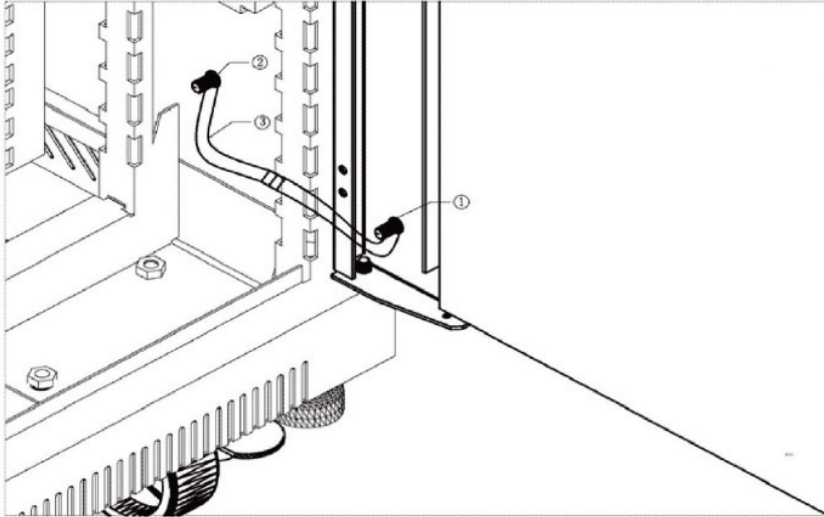

Figura 9 Diagrama esquemático de la puesta a tierra del gabinete
El eje de la puerta del armario contiene un tornillo amarillo como se muestra en la figura 9, identificado con el marcador ① La figura 9, marcado ②, representa otro terminal de tierra en la misma posición en el armario. Conecte los dos terminales con un cable.
Las terminales de tierra del ZS-2000M y del ZS-1500/ZS-2250/ZS-4125 deben conectarse a los bloques de terminales a través de cables flexibles con una sección de 1,5mm² dentro del gabinete, como se muestra en la Figura 9.